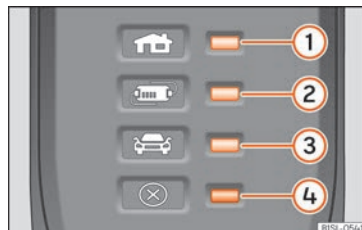

Abb. 216 Am Ladekabel für Netzsteckdosen: Kontrollleuchte in der Schutzeinrichtung.
» » **Abb. 216:**
» » **Abb. 216** ist der Ladestecker so lange stromlos, bis er in die Ladedose des Fahrzeugs gesteckt wurde.
»» **Abb. 216** ①, ② oder ③ leuchten grün.
Anzeige »» Abb. 216	Bedeutung
Wenn die Warnleuchte ④ rot blinkt oder leuchtet, ohne dass eine der Kontrollleuchten »» **Abb. 216** ①, ② oder ③ der Betriebsanzeige dauerhaft leuchtet, liegt eine Störung vor.